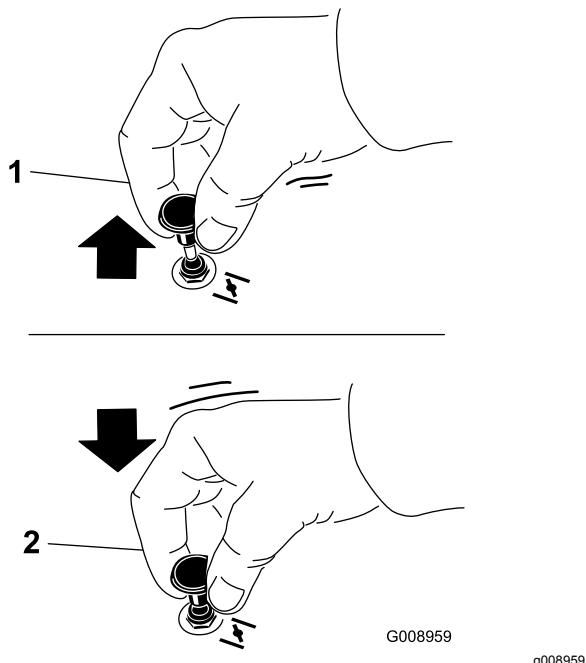

Figura 13
- Tire hacia arriba del mando para activar el estárter antes de girar la llave del contacto (Figura 13).
- Presione hacia abajo el control del estárter para desactivar el estárter después de que el motor arranque (Figura 13).